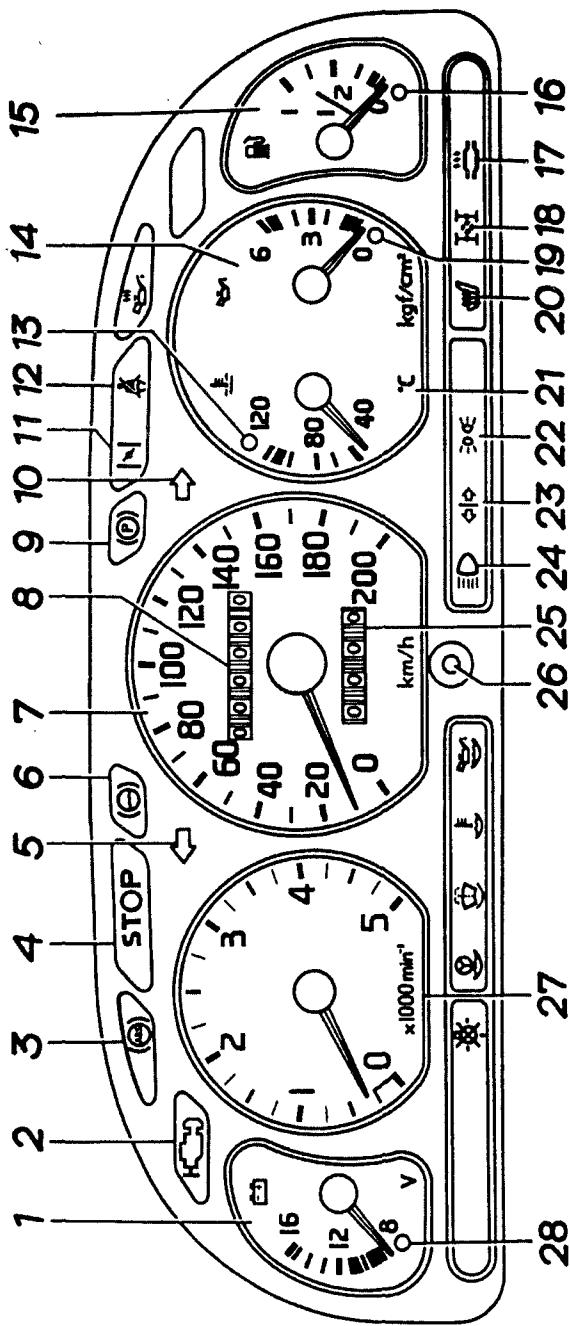

Рис. 10. Комбинация приборов:
Переключатель 1 указателей поворота и света фар. При перемещении рукоятки вверх (см. рис. 6) включаются указатели поворота правой стороны, а вниз левой стороны. С включением указателей поворота в комбинации приборов включаются контрольные лампы 5 или 10 (см. рис. 10). Выключение указателей поворота происходит автоматически при выходе автомобиля из поворота. При пользовании указателями поворота для сигнализации при обгоне рукоятку переключателя после обгона необходимо ставить в нейтральное положение вручную, так как при малых поворотах руля переключатель автоматически не выключается. Указатели поворота работают только при включенном зажигании. Перемещением рычага на себя вдоль рулевой колонки (рычаг при этом не фиксируется) включаются:
При включении дальнего света в комбинации приборов загорается контрольная лампа 24 (см. рис. 10).
Расположение приборов и контрольных ламп в комбинации приборов показано на рис. 10.
При включении дальнего света в комбинации приборов должна загораться контрольная лампа 24 (см. рис. 10).
4. Включить зажигание и подрулевым переключателем 1 (см. рис. 5) указателей поворота включить фонари указателей поворота правой и левой стороны. Фонари должны гореть в мигающем режиме, а в комбинации приборов загореться контрольные лампы 5 или 10 (см. рис. 10).
7. Включением выключателя 14 (см. рис. 5) проверить работу контрольных ламп комбинаций приборов. Контрольные лампы 4, 6, 12 и 17 (см. рис. 10) должны гореть.